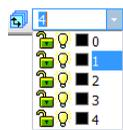

Рис. 46
23.10 Изменить состояние видов на чертеже. Выбрать **Состояние видов** и установить положение 1 (см. рис. 46).